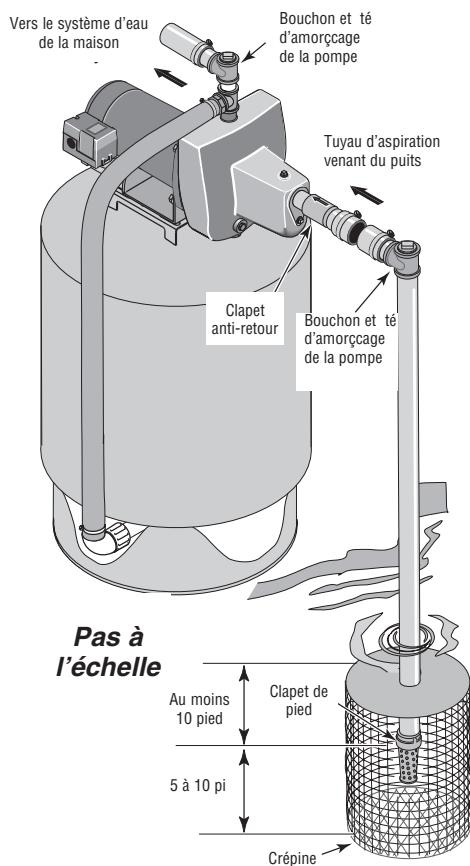

Figure 3 : Installation pour les eaux de surface
INSTALLATION DANS LE CAS D'EAUX EN SURFACE (Figure 3)
- Assembler le clapet de pied et le tuyau d'aspiration (voir la Figure 3). S'assurer que le clapet de pied fonctionne librement. Utiliser du ruban d'étanchéité en PTFE pour filetage les raccords filetés. Poser une crêpine autour du clapet de pied pour le protéger contre les poissons, les déchets, etc. (voir la Figure 3).
- Poser le té d'amorçage, le bouchon d'amorçage et le tuyau d'aspiration sur la pompe (voir la Figure 3). Supporter le tuyau de façon qu'il ne soit pas cintré afin qu'il n'exerce pas de contraintes sur le corps de la pompe; de plus, il doit être légèrement incliné vers le haut, du puits jusqu'à la pompe (les points hauts risquent de causer des poches et des bouchons d'air dans la pompe). Rendre étanches les raccords du tuyau d'aspiration avec du ruban d'étanchéité en PTFE pour filetage. Les raccords doivent être étanches à l'air et à l'eau. *Si le tuyau d'aspiration aspire de l'air, la pompe ne pompera pas l'eau du puits.*